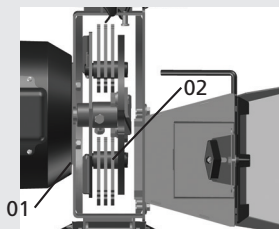

Fig. 13
(2) pelo funil de produtos verdes (modelos TRE30, TRE40MA, TR40 e TRE40) ou pela tampa de fechamento (modelo TR50). Feito isso, troque o lado de uso dos martelos [Fig. 13].